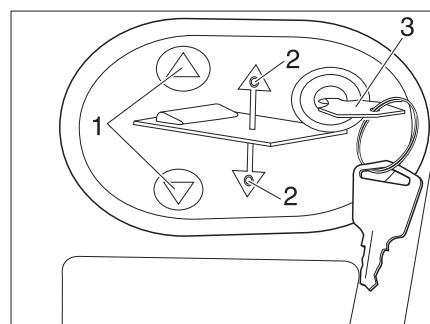

Fig. 163 Pannello di comando del letto basculante elettrico
- Inserire la chiave (Fig. 163,3) nel pannello di comando.
- Premere e tenere premuto il tasto  $\nabla$  o  $\Delta$  (Fig. 163,1). Il rispettivo LED (Fig. 163,2) si accende e il letto basculante si abbassa o si solleva.
- Al raggiungimento della posizione desiderata rilasciare il tasto  $\nabla$  o  $\Delta$  (Fig. 163,1). Il rispettivo LED (Fig. 163,2) si spegne.
- Estrarre la chiave (Fig. 163,3).